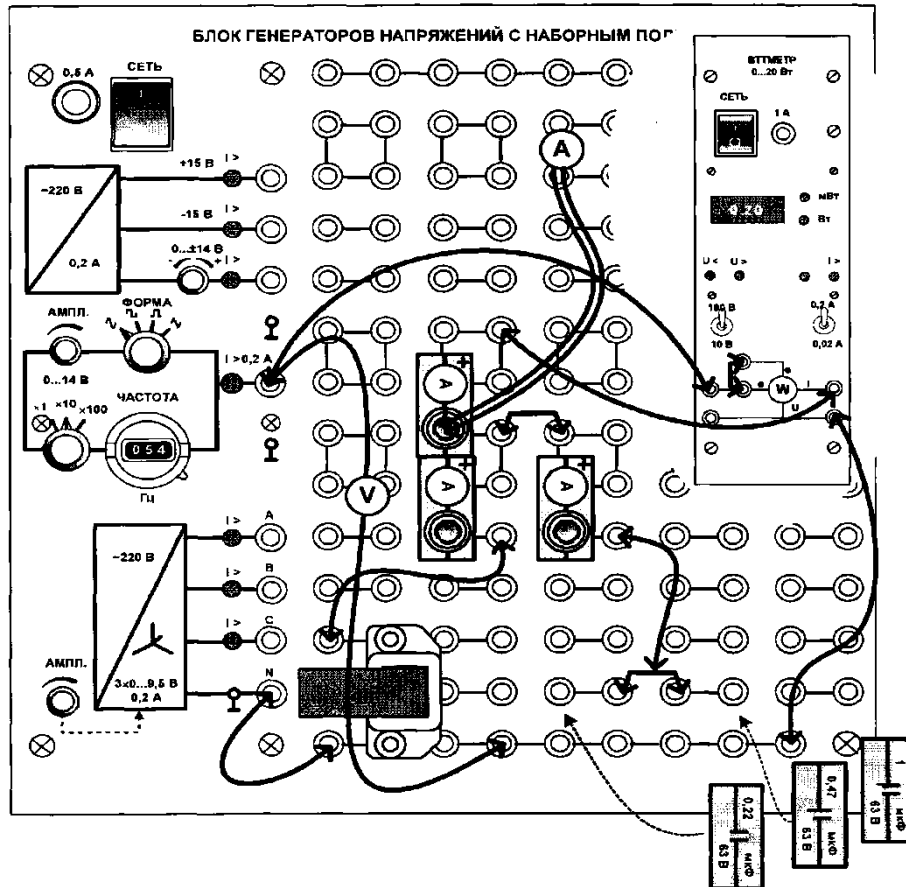

Рис.3
- Устанавливайте параллельно индуктивности поочерёдно различные конденсаторы как показано на рис. 3, измеряйте и записывайте в табл. 2 значения токов в трёх ветвях цепи. Постройте графики изменения токов от ёмкости параллельно включенного конденсатора и по минимуму тока определите фактическую резонансную ёмкость. Сравните её с расчётным значением.